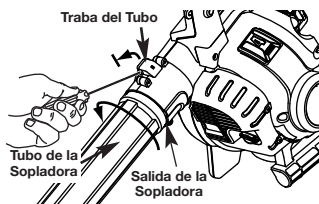

Fig. 5
2. Inserte un destornillador de cabeza plana en la Traba del Tubo y gire el destornillador en sentido contrario a las agujas del reloj 1/4 de vuelta y manténgalo ahí (Fig. 5).
3. Mientras sujeta el destornillador en posición contraria a las agujas del reloj, sujete el tubo de la sopladora y gírelo en sentido contrario a las agujas del reloj (Fig. 5).